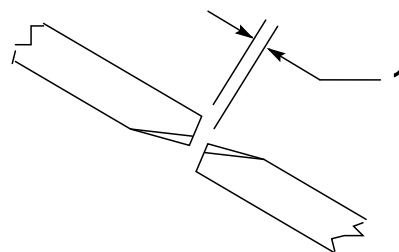

Figura 28
Para garantir o correto funcionamento da unidade de corte, tem que haver uma folga de 10 a 16 mm entre as extremidades das lâminas das plataformas do cortador lateral e central (Figura 28).
2. Rode a lâmina central e a lateral adjacente de forma a que as suas extremidades fiquem alinhadas. Meça a distância entre as pontas das lâminas (Figura 28).